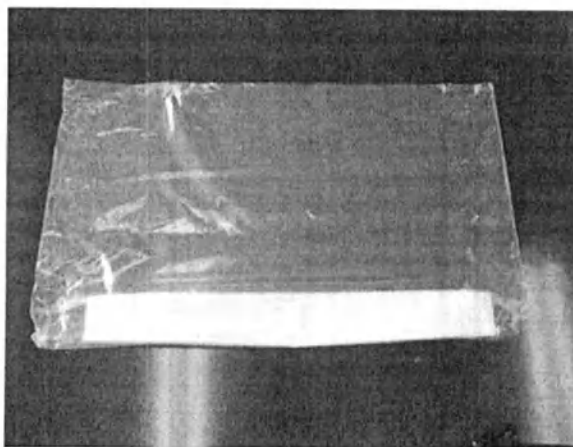

Рис. 29 Пакет для отходов парафина
1. Возьмите из упаковки 1 пакет. Разверните его (Рис. 29).